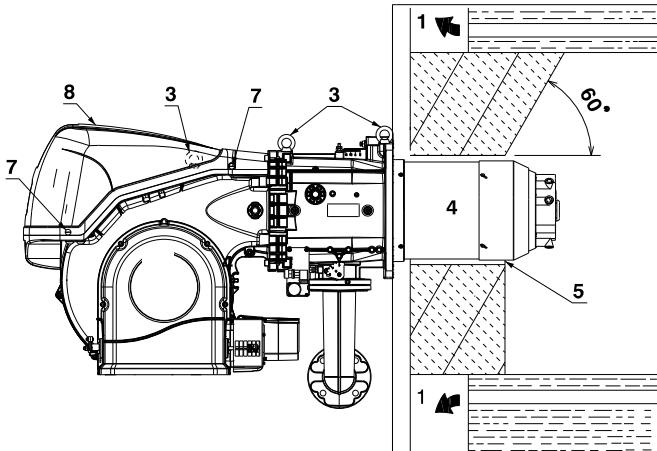

图 16
带前烟道 1)(图 16) 或中心回焰式炉膛的锅炉，其使用耐火材料制成的保护性炉补 5) 必须装于锅炉炉补 2) 和燃烧筒 4) 之间。
对于带水冷却前板的锅炉，则不需要耐火材料制成的炉补 2)-5)(图 16)，除非锅炉制造商另有要求。
拆掉保护罩 8) 上的固定螺丝 7)，使用吊环 3) (图 16)。
- 将随附的隔热垫安装到燃烧筒 (4) (图 16) 上。